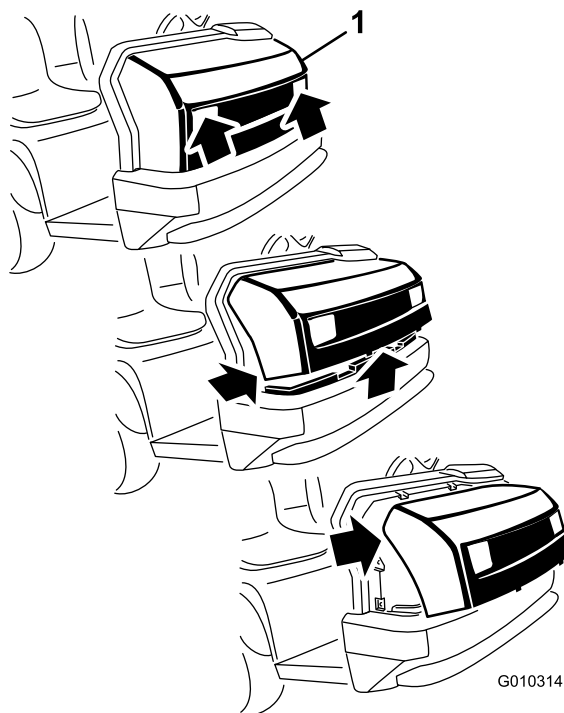

Рисунок 28
1. Взявшись за капот в области проемов фар, поднимите его вверх, чтобы высвободить нижние монтажные лапки из пазов рамы (**Рисунок 28**).
2. Потяните низ капота на себя и вверх, чтобы высвободить верхние монтажные лапки из пазов рамы (**Рисунок 28**).
3. Потяните верх капота на себя и отсоедините кабельные разъемы от фар (**Рисунок 28**).
2. Вставьте верхние монтажные лапки в пазы рамы (**Рисунок 28**).
3. Вставьте нижние монтажные лапки в пазы рамы (**Рисунок 28**).